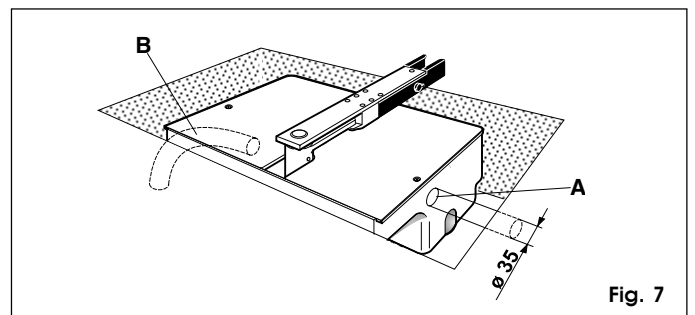

Fig. 7
3) Poner un tubo de PVC de 35 mm de diámetro para que pase un cable eléctrico de 4 conductores hasta el equipo electrónico de mando (fig. 7 ref.A). Se aconseja asimismo poner un tubo de drenaje del agua de lluvia que llegue hasta un canal de recuperación de las aguas (fig. 7 ref.B).